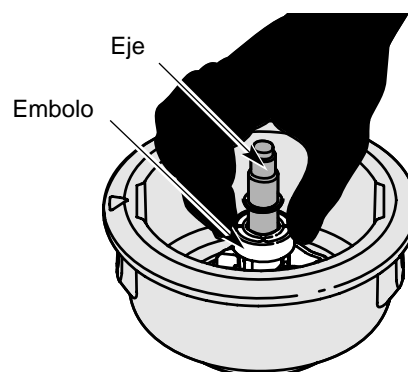

Fig. 51
Si el SpeedSpool™ no suelta la l—nea en forma correcta, tire firmemente de los extremos de la l—nea de la bobina (Fig. 51). Si al hacer esto la l—nea no se suelta, siga las instrucciones de *limpieza del SpeedSpool®* a continuaci—n.
5. Limpie el eje y la superficie interior de la bobina exterior. Para limpiar el eje debajo del Émbolo, empuje el Émbolo hacia abajo (Fig. 51). Saque toda la suciedad o residuos del eje.